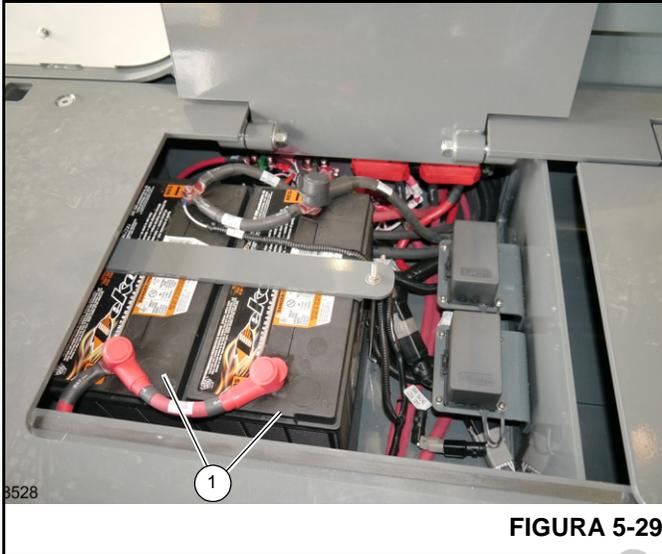

FIGURA 5-29
1. Abra a tampa do compartimento da bateria para obter acesso às baterias (1, Figura 5-29).